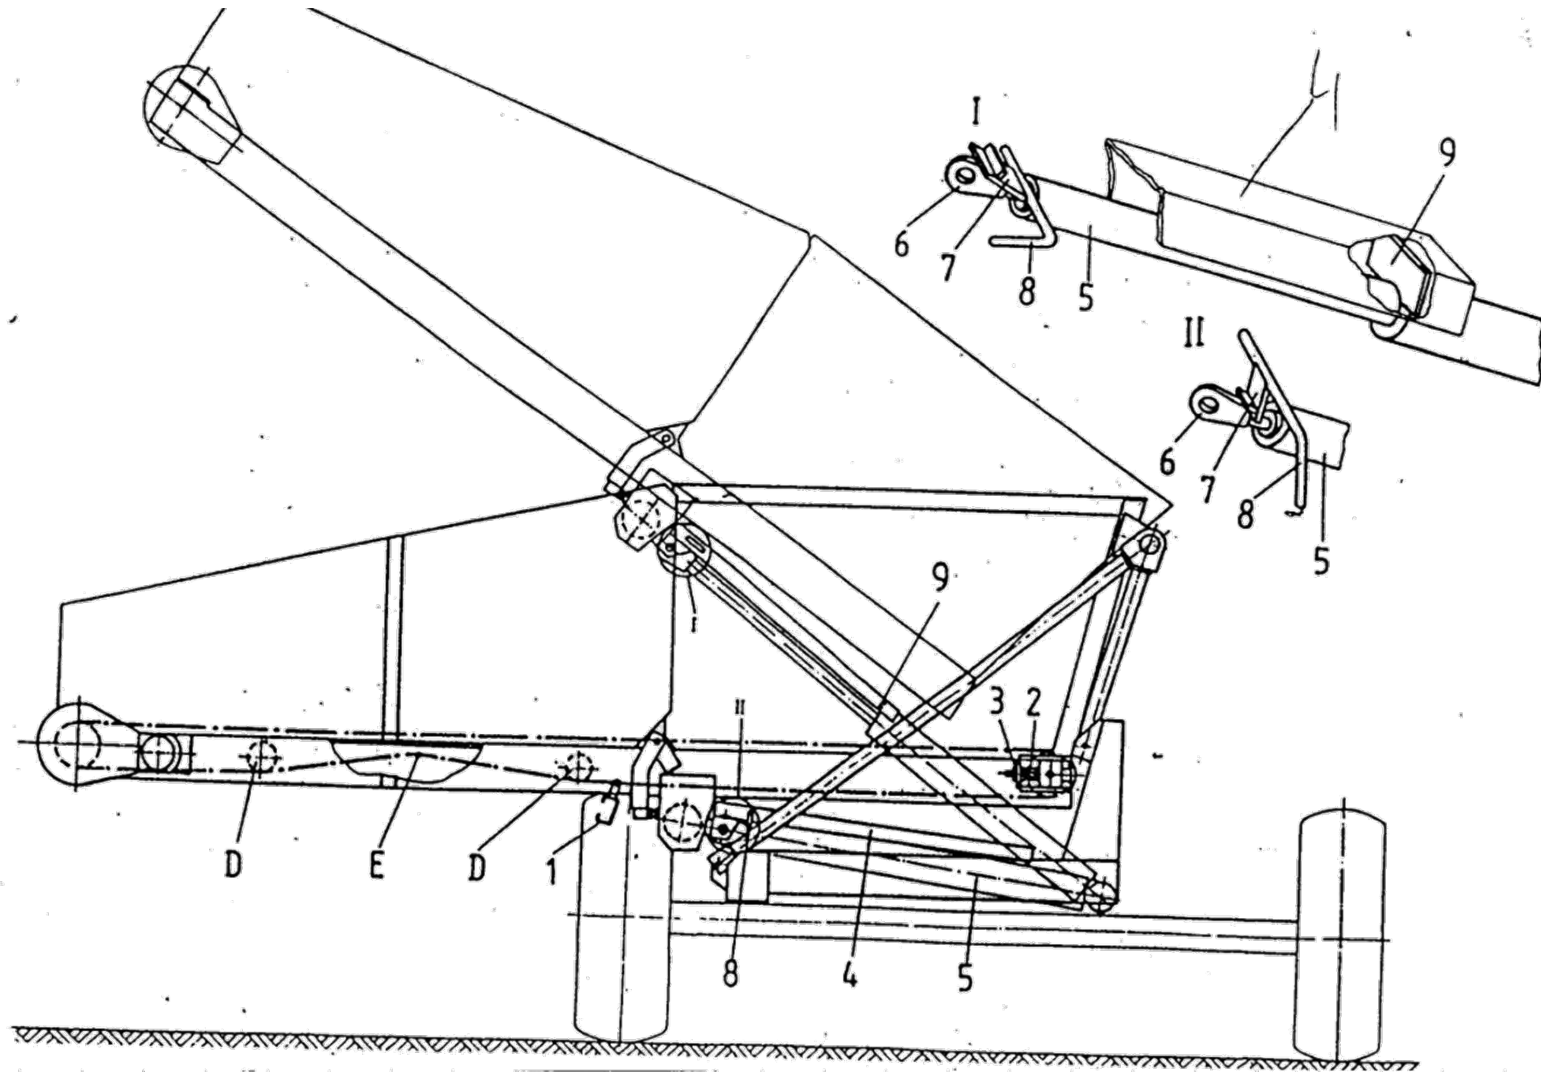

Abb. 27. Sperrung des Speichers und Spannung des Bodenförderers
- den Speicher gegen Herabsetzung sichern, indem die Abdeckhaube des Hydraulikzylinders gemäß Abb. 27 heruntergezogen wird. Die Abdeckhaube 4 nach oben ziehen und den Hebel 8 im Uhrzeigersinn verstellen, anschließend die Abdeckhaube bis zur Berührung des Zylinder-Außenrohrs herabsetzen. Den Hebel des Verteilers verstellen, der Speicher sollte ein wenig nach unten gehen – bis zur Berührung des Haubenanschlages 9 mit der vorderen Fläche des Zylinderrohrs. Nach Durchführung der Arbeiten unter den Speicher den Speicher ein wenig nach oben verstellen. Die Abdeckhaube 4 nach oben ziehen und den Hebel 8 in seine ursprüngliche Stellung bringen (II. Abb. 27). Die Abdeckhaube 4 sollte sich auf die Klinke 7 stützen.
Der Bodenförderer des Speichers ist auf der Länge von ca. 0.8 m mit Gummiabdeckungen ausgestattet, welche die Beschädigungen von Kartoffeln vermindern, die aus dem Auslesetisch fallen. Beim Arbeitsbeginn sollte sich dieser Teil des Förderers unter dem Auslauf vom Ladeförderer des Auslesetisches befinden. Solche Stellung des Bodenförderers kommt vor, wenn sich die Klappstange 1 (Abb. 27) neben dem Zylinderbock befindet.